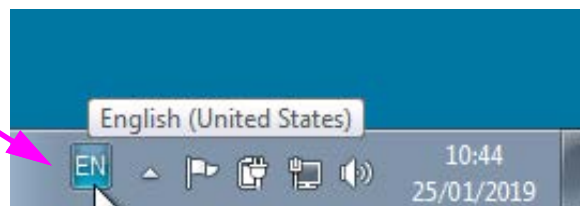

Figure C-19. Menu déroulant des langues – Écran d'accueil (Windows 7)
2. Cliquez sur l'icône à deux lettres pour afficher un menu similaire à celui montré à gauche dans la Figure C-19.